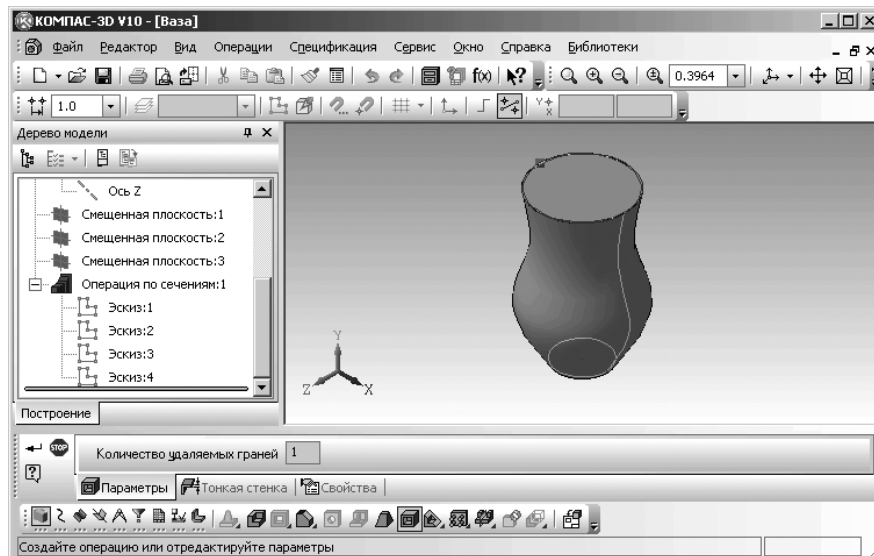

Рис. 2.138. Главное окно системы в процессе создания оболочки
- переместите указатель мыши на удаляемую грань – верхнюю грань вазы. Контур грани выделится пунктирной линией, а затем щелкните мышью. Это состояние показано на рис. 2.138.